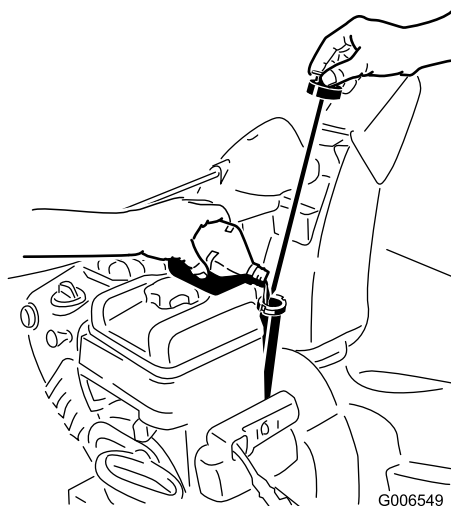

Рисунок 41
2. Выньте щуп и проверьте уровень масла (Рисунок 41). Если уровень масла находится ниже отметки Add (Добавить), то добавьте масла в двигатель. См. Раздел «Заправка двигателя маслом».